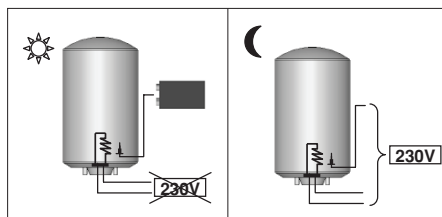

Figura 12 – PROfessional TECH Alimentação nocturna + baterias
- Resistência ⇔ Alimentação nocturna (exclusivo duplo regime horário) (Figura 12).